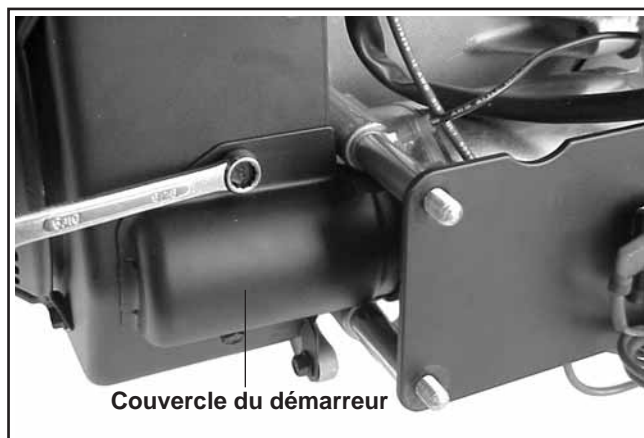

Figure 11-49. Installation du couvercle du démarreur.
4. Installer le couvercle du démarreur et fixer avec les deux vis hexagonales à brides. Voir la figure 11-49.